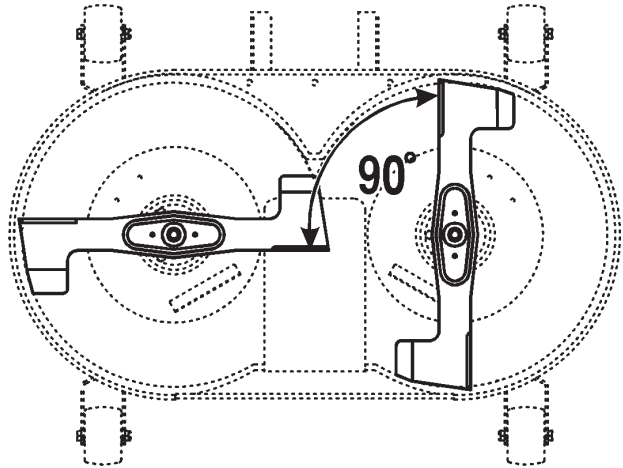

Figure 38
2. Placez les lames perpendiculairement l'une par rapport à l'autre (Fig. 38).